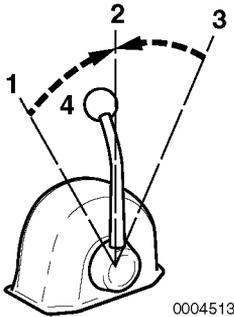

Abbildung 2
Der Gasgriff (Abbildung 2, (4)) dient zur Steuerung von Beschleunigung und Abbremsung. Den Griff langsam bewegen.
2. Beim Wechsel zwischen den Stellungen VORWÄRTS (Abbildung 2, (1 oder 3)) und RÜCKWÄRTS (Abbildung 2, (3 oder 1)) den Griff zunächst in die Position NEUTRAL (Abbildung 2, (2)) setzen und dort kurz verweilen, bevor langsam auf die gewünschte Position geschaltet wird. NIEMALS abrupt von VORWÄRTS auf RÜCKWÄRTS oder umgekehrt schalten.